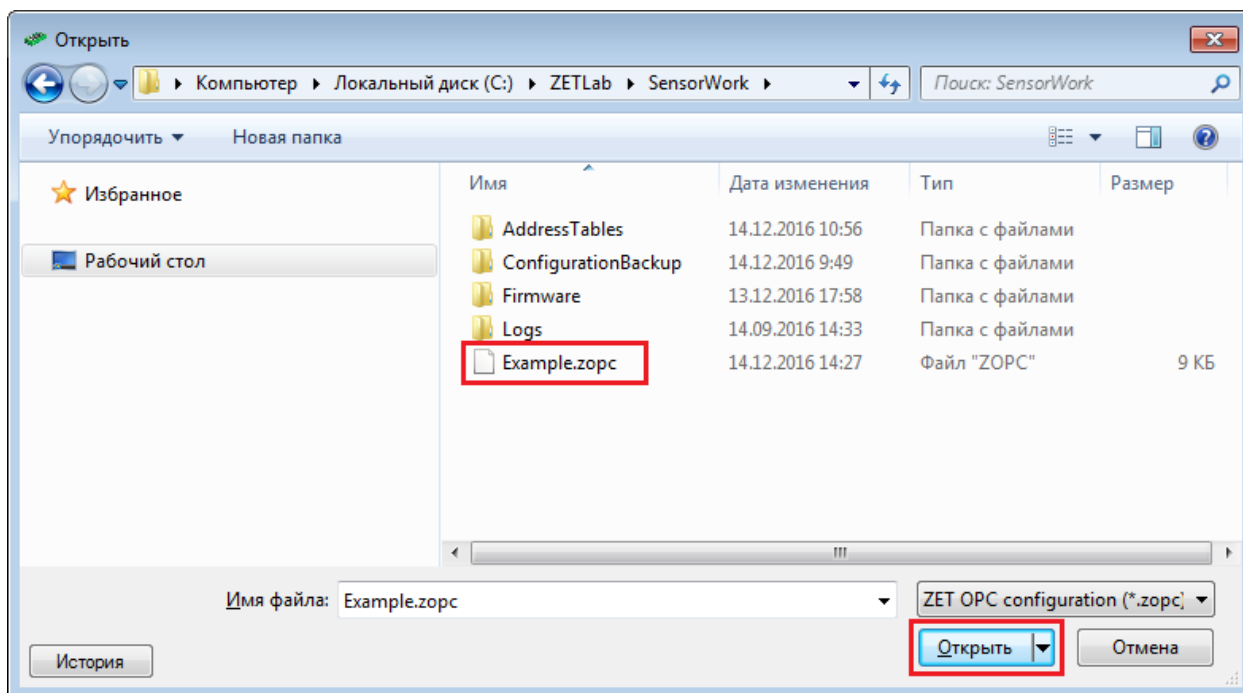

Рис.8.6 Окно «Открыть»
7. В открывшемся окне «Открыть» следует выбрать ранее созданный файл конфигурации и активировать кнопку «Открыть» (Рис.8.6).